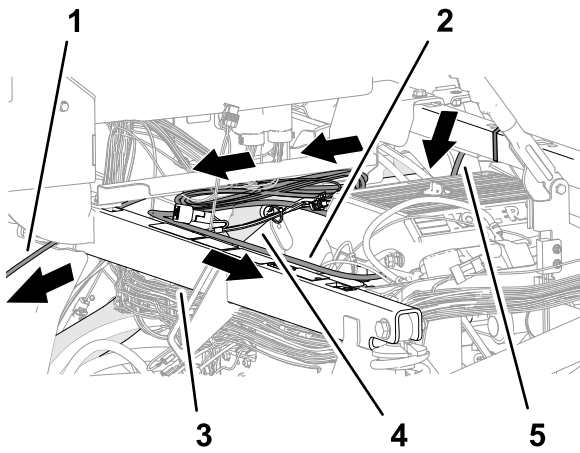

図 202
5. データハーネスとバッテリーハーネスを、座席サポートのクロス部材を横切って配線し、データハーネスの 390cm の枝線をクロス部材にケーブルタイ 2 本で固定する 図 200 と 図 202。
6. バッテリーハーネスの 220cm の枝線を、右上フレームチューブに沿って配設する 図 202。
7. バッテリーハーネスの 220cm の枝線を、ソケットサポートチューブを横切ってバッテリーに向けて配設する 図 202。
8. データ用ハーネスの 220cm の枝線 26ソケットのついている枝線を、コントローラコンソールの下を通して配設し、ダッシュパネルに向かって前方へ導く 図 202。